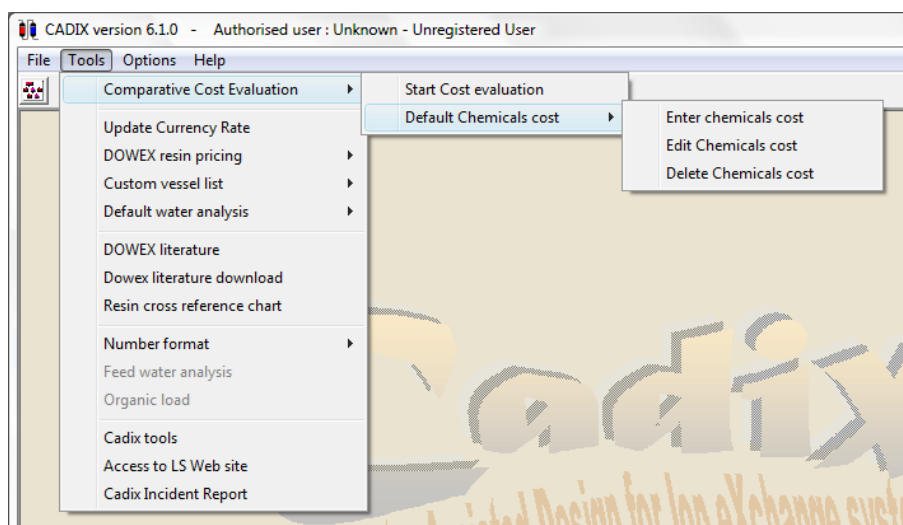

Figura 5.28: Menú desplegable de “Default Chemicals cost”
- “Default Chemicals cost”: coste de los productos químicos predeterminado. Mediante esta opción se pueden modificar los costes de los productos químicos para que se queden establecidos de esa manera y no tener que estar introduciendo los costes cada vez que se realice una evaluación económica. Dentro de ésta opción hay 3 posibilidades mostradas en la figura 5.28.